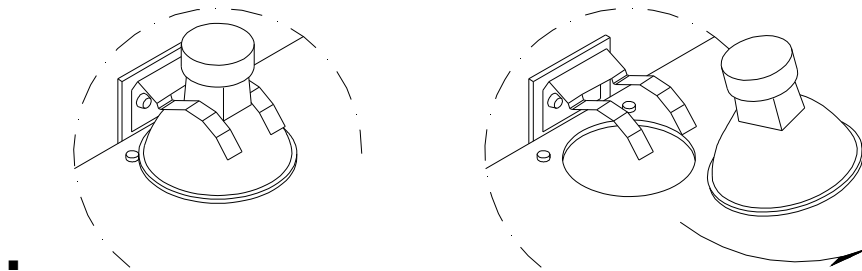

Figure 21 – Sortir la lampe
- Sortir la lampe de la base comme la Figure 21 le montre